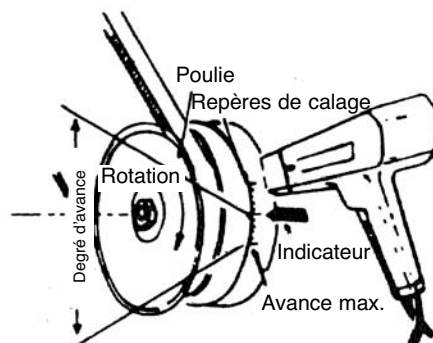

Figure 5
3. Dirigez l'éclair de la lampe stroboscopique vers les repères de calage et tournez lentement le distributeur à gauche et à droite, jusqu'à ce que le repère de calage (timing) soit aligné avec l'indicateur. Consultez la Figure 5. Arrêtez le moteur.